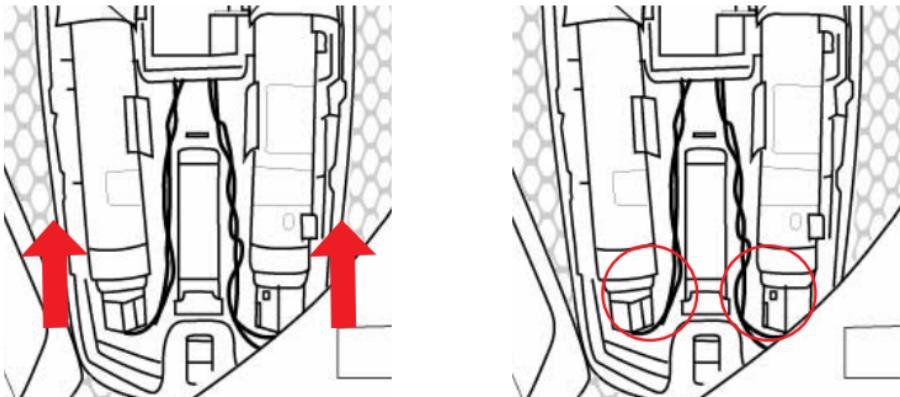

Figure 25 : Comment détacher le boîtier des gonfleurs amovibles (18) du système en tirant vers le haut
2. Une fois que tous les clips de l'Airbag ont été détachés, tourner d'abord le système avec le protecteur dorsal tourné vers le haut, ouvrir la fermeture éclair inférieure du sac d'hydratation (9) et de l'étui électronique (16) placé dans la zone arrière du système en tirant vers le bas sur la languette rouge avec la main droite et en soulevant l'étui électronique avec la main gauche en même temps.
3. Une fois le boîtier électronique (16) soulevé, l'utilisateur peut détacher tous les composants électroniques (13-15-19) ainsi que les gonfleurs à gaz (17) en poussant simplement vers le haut le boîtier amovible des gonfleurs (18) (voir figure 25). Pour ce faire, l'utilisateur place ses deux pouces au bas de la petite boîte noire qui contient l'unité de contrôle électronique située au sommet du boîtier, et pousse fermement vers le haut jusqu'à ce qu'il y ait un déclic, puis l'utilisateur peut facilement le soulever hors du boîtier amovible des gonfleurs (18).